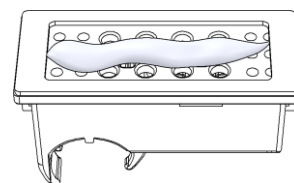

Bild 3. Lagom mängd lim
5. Tag bort skyddstejpen från plattan och applicera en lämplig mängd med lim innanför ramen. Eventuellt överskottslim kommer att tränga in i de små hålen men undvik att ha för mycket lim. Se bild 3.